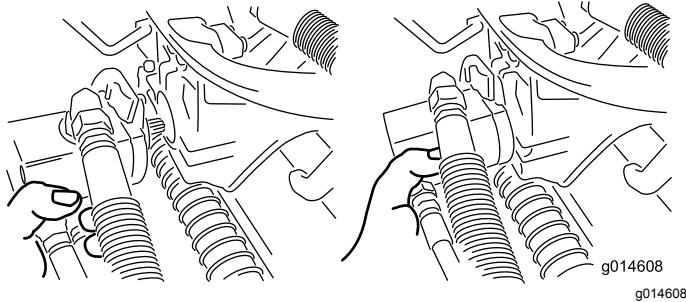

Bild 48
3. Legen Sie den Motor am Aufbewahrungsplatz vorne am Aufhängearm ab (Bild 48).